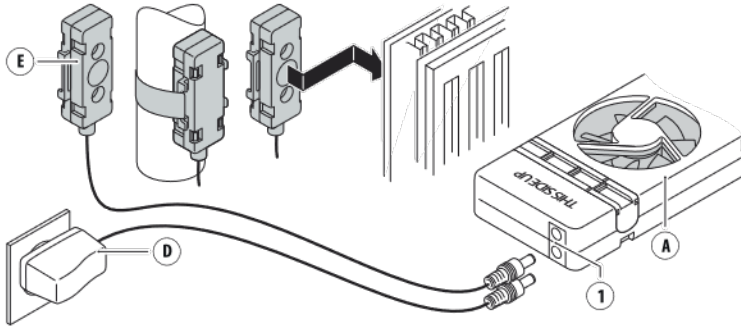

Abb. 3 - Anschließen des Netzadapters (D) und Temperaturfühlers (E).
- Verbinden Sie das **Temperaturfühlerkabel (E)** mit einer der **Anschlussbuchsen (1)** des **SpeedComfort (A)**.
- Bringen Sie den **Temperaturfühler (E)** mit den verstellbaren Magneten (B) auf der Rückseite des Heizkörpers in der Nähe des Warmwasserzulaufrohrs oder am Rohr selbst an (siehe Abb. 3). Stellen Sie die Magnetschieber auf die korrekte Breite ein.
5. Verbinden Sie den **Netzadapter (D)** mit der verbleibenden **Anschlussbuchse (1)** und der Steckdose (siehe Abb. 3).